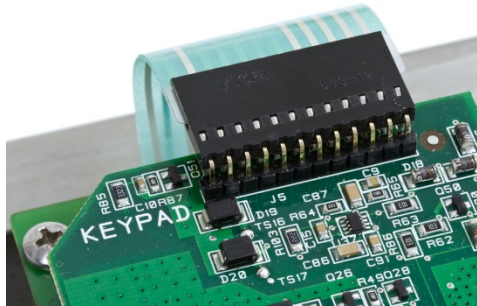

Abbildung 3-29: Tastatur Anschlusspunkt auf der IND560x-Stromadapterplatine (PAB)
7. Das Tastaturkabel am neuen Anschlusspunkt auf der IND560x-Stromadapterplatine anschließen. Dieser neue Anschlusspunkt wird als „KEYPAD“ bezeichnet (Abbildung 3-29).